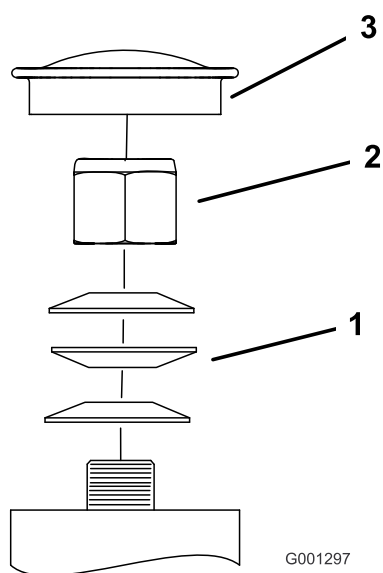

Figura 40
3. Retire el tapón anti-polvo de la rueda giratoria y apriete la contratuerca (Figura 40).
4. Apriete la contratuerca hasta que las arandelas de muelle estén planas, luego afloje 1/4 de vuelta para establecer la pre-carga correcta de los cojinetes (Figura 40).
Importante: Asegúrese de que las arandelas de muelle están correctamente instaladas, según muestra Figura 40.
5. Coloque el tapón anti-polvo (Figura 40).